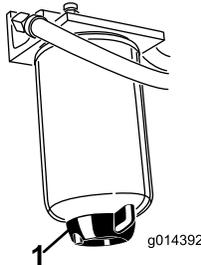

Bild 29
Entfernen Sie täglich Wasser und andere Fremdstoffe aus dem Wasserabscheider (Bild 29). Wechseln Sie die Filterglocke alle 400 Betriebsstunden aus.
2. Lösen Sie die Ablassschraube an der Unterseite der Filterglocke (Bild 29).